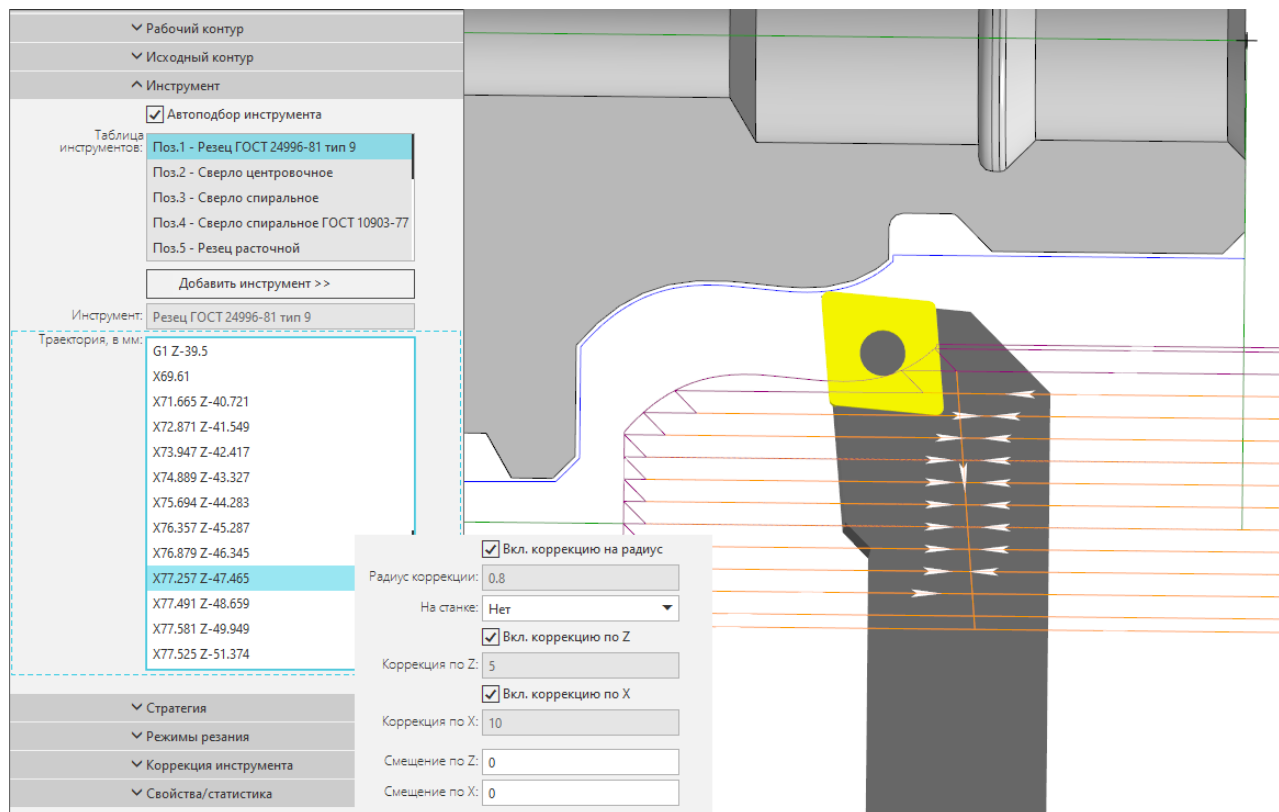

Рисунок 36. Вкладка "Коррекция инструмента"
3. На вкладке параметров обработки Коррекция инструмента (рис. 36) должна быть включена коррекция на радиус (по умолчанию при создании новой обработки эта опция активна).
2. На вкладке параметров обработки Коррекция инструмента (рис. 36) включить коррекцию на длину по соответствующей координате (по умолчанию при
создании новой обработки эти опции активны). В результате траектория обработки смещается по координатным осям (рис. 36).